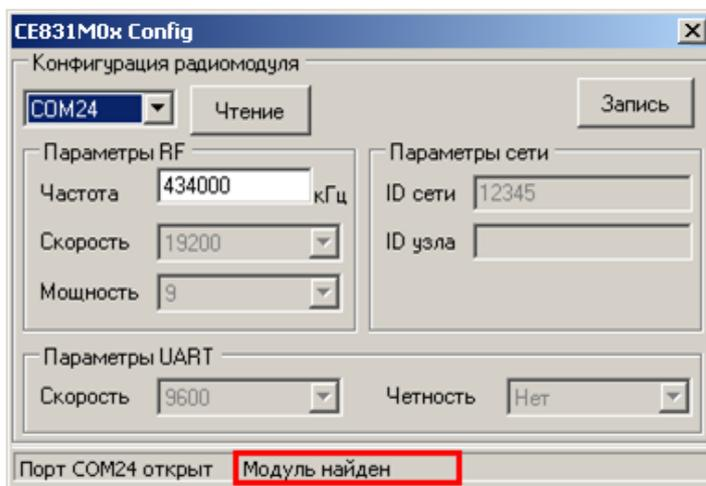

Рисунок 33 – Строка статуса после установления связи с радиомодулем
5.3.3.4.15 Подать питание на счетчик, при этом в строке статуса должна появиться надпись «Модуль найден» (см. рисунок 33). В случае если модуль не найден, проверить правильность подключения модуля к ПК, отключить питание счетчика и повторно подать.
5.3.3.4.16 После того, как связь с радиомодулем счетчика установлена, частоту радиоканала радиомодуля можно изменить (если требуется). Для этого необходимо ввести новое значение частоты в соответствующее поле ввода (см. рисунок 33).